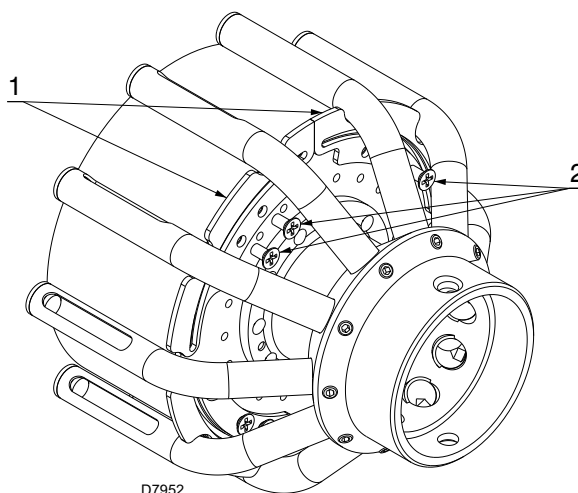

Fig. 18
- togliere le 8 viti 2 (Fig. 18);